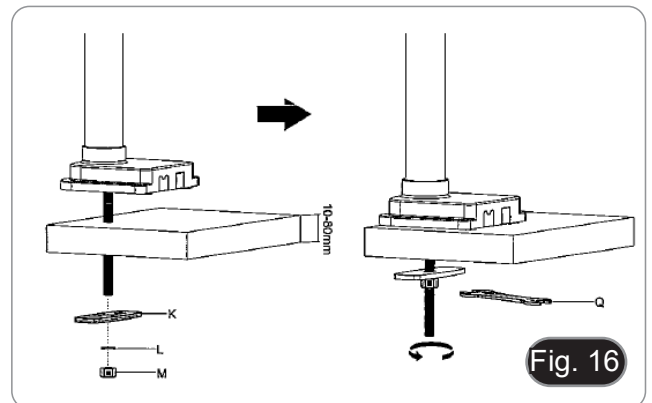

Fig. 16
6. Stecken Sie die Schraube (I) in die Bohrung des Tisches.
7. Befestigen Sie die Baugruppe mit der Befestigungsplatte (K), der Unterlegscheibe (L) und der Mutter (M).
8. Ziehen Sie die Mutter mit dem Schraubenschlüssel (Q) fest. (Fig. 16)